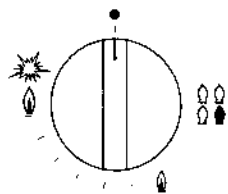

Рис. 4
- 4) На рис. 4 показано, как использовать **защитный диск**.
Для выключения конфорки поверните переключатель мощности вправо до положения «0» (рис. 4).